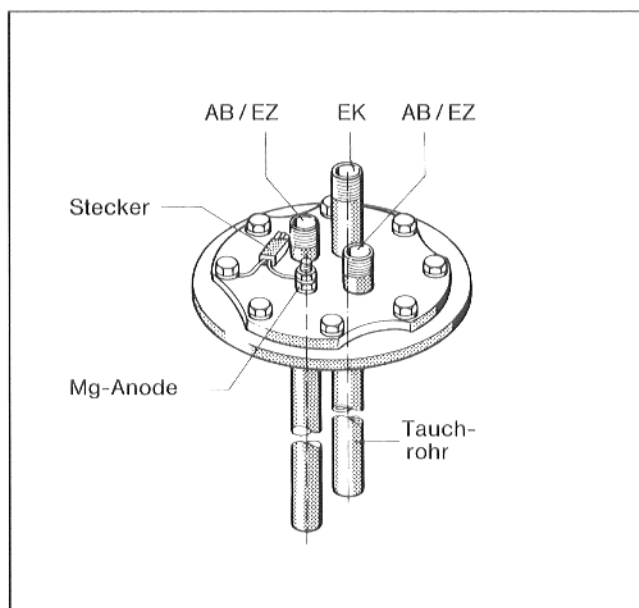

Abb. 13
- Leitungsanschlüsse (AB), (EK) und (EZ) abschrauben (Abb. 13).
- Regelgeräte Ecomatic 4000: Stecker am Erdungskabel abziehen (Abb. 13).
- Leitungsanschlüsse (AB), (EK) und (EZ) wieder herstellen (Abb. 13).